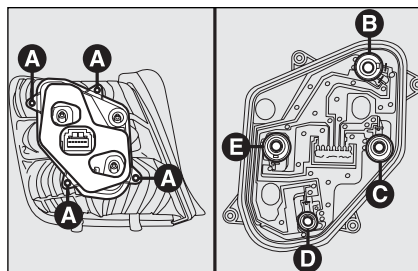

fig. 32
- ☐ afloje los 4 tornillos **A**-fig. 32 y saque el portalámparas de su alojamiento;